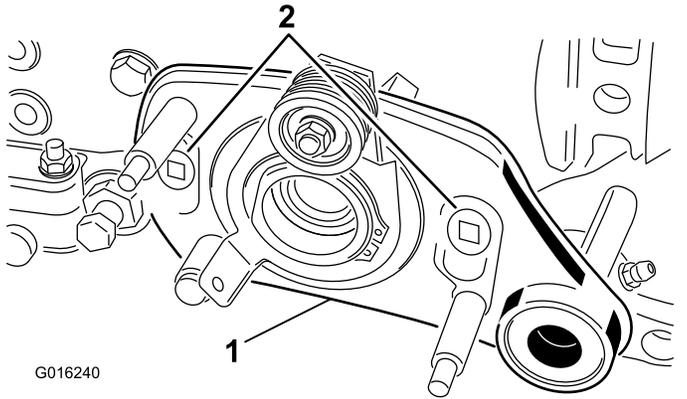

Figura 36
8. Retire los 2 pernos de cuello largo que sujetan el conjunto de transmisión del groomer a los adaptadores de la chapa lateral (Figura 36).